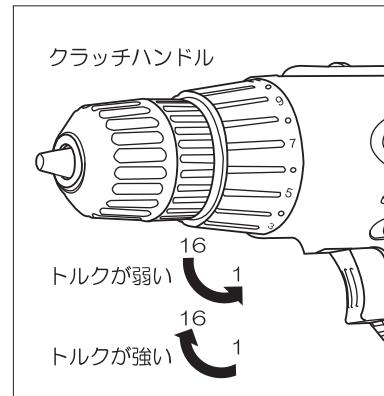

図4
■クラッチハンドルについて (図4参照)
- ドライバーとして使用のときは①～⑬の位置で調整してください。
①の表示のところは締め付けが弱く⑬のところは一番強くなります。